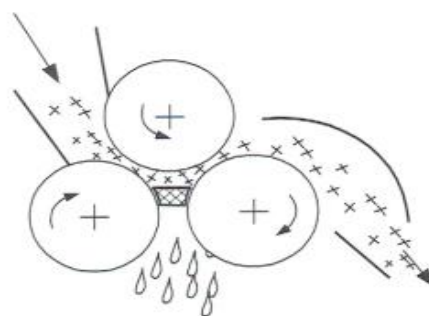

Figure 5 : Presse à vis
-Les moulins sont des systèmes à cylindres presseurs (figure 5) générant eux aussi de fortes pressions, exclusivement utilisés en sucrerie de canne, en combinaison avec une addition d'eau d'imbibition comme on l'a signalé plus haut. L'opération complète comporte une série de 4 à 7 moulins.